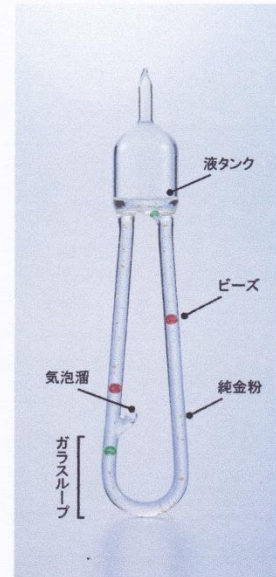

図1
- ①パイプの内側についている気泡溜に気泡が入っていることを確認してください。（図1）